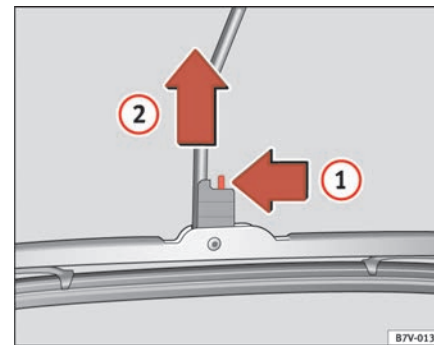

Abb. 147 Scheibenwischer hinten wechseln
- Entriegeln Sie das Wischerblatt in Pfeilrichtung  $\Rightarrow$  Abb. 147 **1** und ziehen Sie gleichzeitig das Wischerblatt etwas in Pfeilrichtung **2**.
- Schieben Sie ein neues Wischerblatt **gleicher Länge und Ausführung** etwas in Pfeilrichtung ② und hängen Sie das Wischerblatt in den Wischerarm ein.
- Ziehen Sie das Wischerblatt entgegen der Pfeilrichtung ② bis es einrastet.